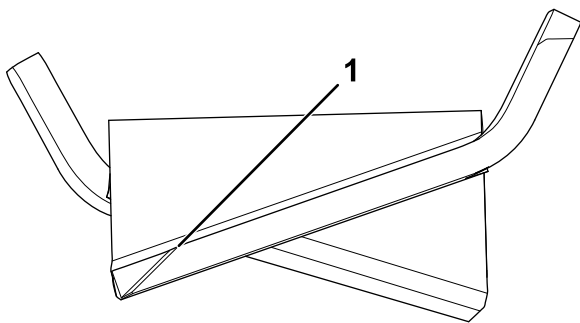

Figura 106
1. Utilice una lima u otra herramienta de afilado para afilar el filo de corte en ambos extremos de la cuchilla (Figura 106).
Nota: Si la cuchilla no está equilibrada, rebaje algo el metal en el extremo más pesado de la vela solamente (Figura 106).